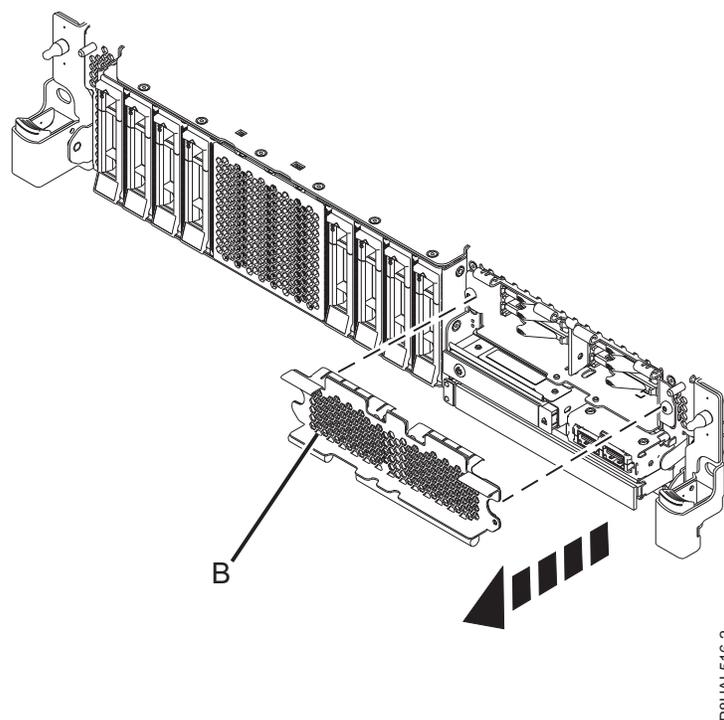

Figura 91. Extracción de la cubierta del receptáculo de la SSD para acceder a las ranuras de SSD en un sistema función ampliada
10. Para acceder a las ranuras SSD, extraiga la placa perforada (**B**) que cubre el receptáculo de la SSD tal como se muestra en Figura 91.